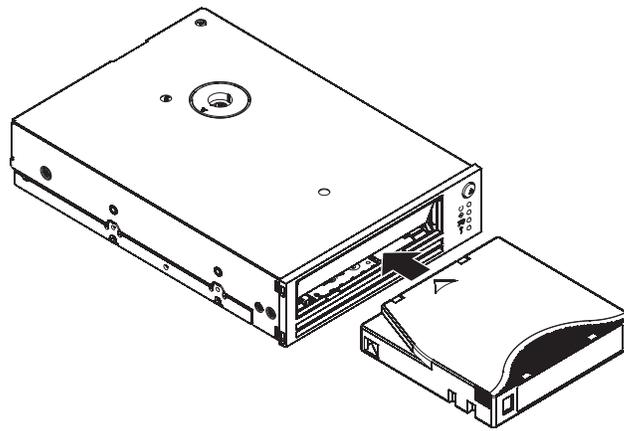

Abbildung 4. Kassette in das Laufwerk einlegen
4. Halten Sie die Kassette so, dass der Schreibschutzschalter auf Sie weist (siehe Abb. 4).